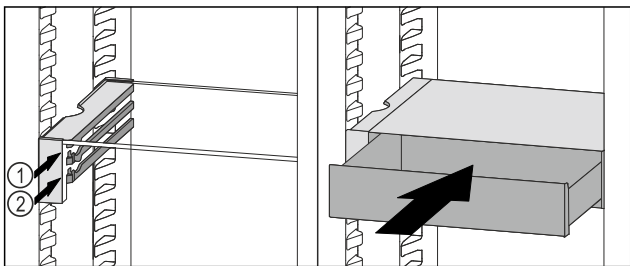

Fig. 66
- ▶ Встановити висувний ящик VarioSafe за стопорами на потрібне ребро Fig. 66 (1) або Fig. 66 (2).